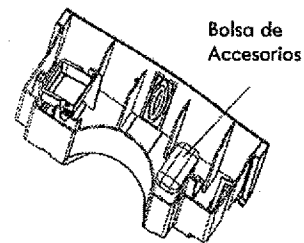

Fig. 3
3. Localice y saque la bolsa de accesorios que contiene las cuatro 4 ruedas (Fig. 3)
3. Vacíe el contenedor y colóquelo de nuevo en el deshumidificador. (Fig. 3)